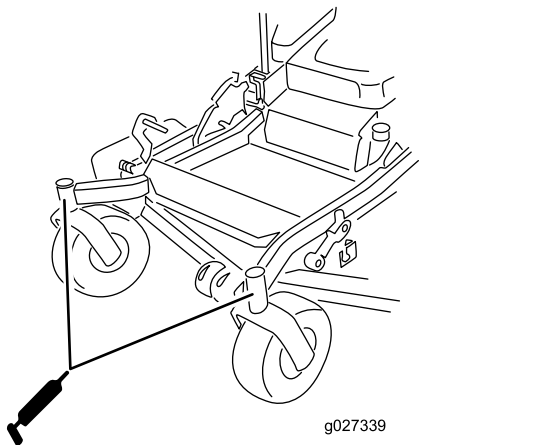

Figura 47
10. Instale el tapón hexagonal y la tapa (Figura 47).
11. Engrase los cojinetes de las ruedas giratorias (Figura 47).